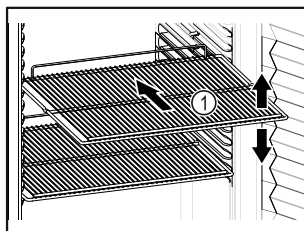

Fig. 40 Immagine a titolo di esempio
- Se è possibile spostare i ripiani Fig. 40 (1), regolarli in altezza.